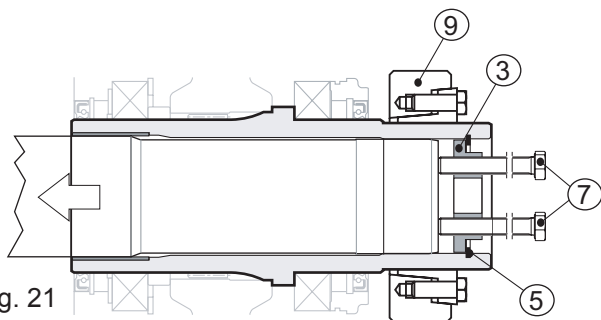

fig. 21
Inserir dois parafusos nos dois furos rosqueados presentes na placa de retenção (pos. 3) (pos. 7) e aparafusá-los até que se apoiem no eixo da máquina (pos. 1) e, em seguida, continuar a apertá-los de modo alternado, dando no máximo uma volta a cada vez (ver a fig. 21).